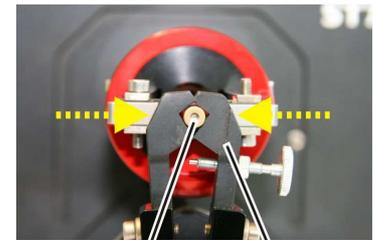

Figure 28. Vis de porte-pince
Figure 27. Régler la distance des pinces de serrage (4) légèrement de part et d'autre du manchon en laiton (32) du dispositif de centrage et fixez-les avec les vis des porte-pinces (34) pour le diamètre de centrage (Figure 28).
- Appuyez encore une fois les deux pinces de serrage (4) légèrement de part et d'autre du manchon en laiton (32) du dispositif de centrage et fixez-les avec les vis des porte-pinces (34) pour le diamètre de centrage (Figure 28).
- Desserrez les vis des porte-pinces (34) et enlevez les pinces de serrage (4) (Figure 28, page 35).